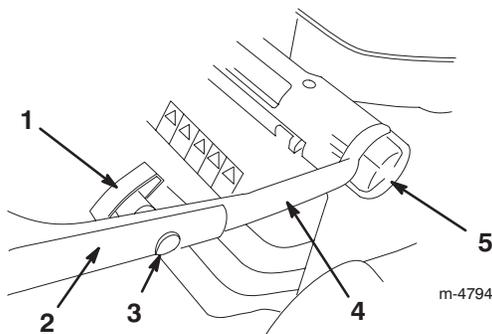

Bild 2
2. Lockern Sie die Höheneinstellräder am Griff und drehen das Unterteil des Griffs nach hinten, bis es auf einer in Bild 2 dargestellten Höheneinstellung ist.
4. Sichern Sie den oberen Handgriffteil mit den Ovaleinstellschrauben und Griffstellrädern am unteren Teil ab (Bild 2). Ziehen Sie die Räder gut fest.
Sie können den Handgriff auf drei verschiedene Höhen einstellen: hoch, mittel und tief (Bild 2). Wählen Sie die Griffhöhe, die für Sie am bequemsten ist.